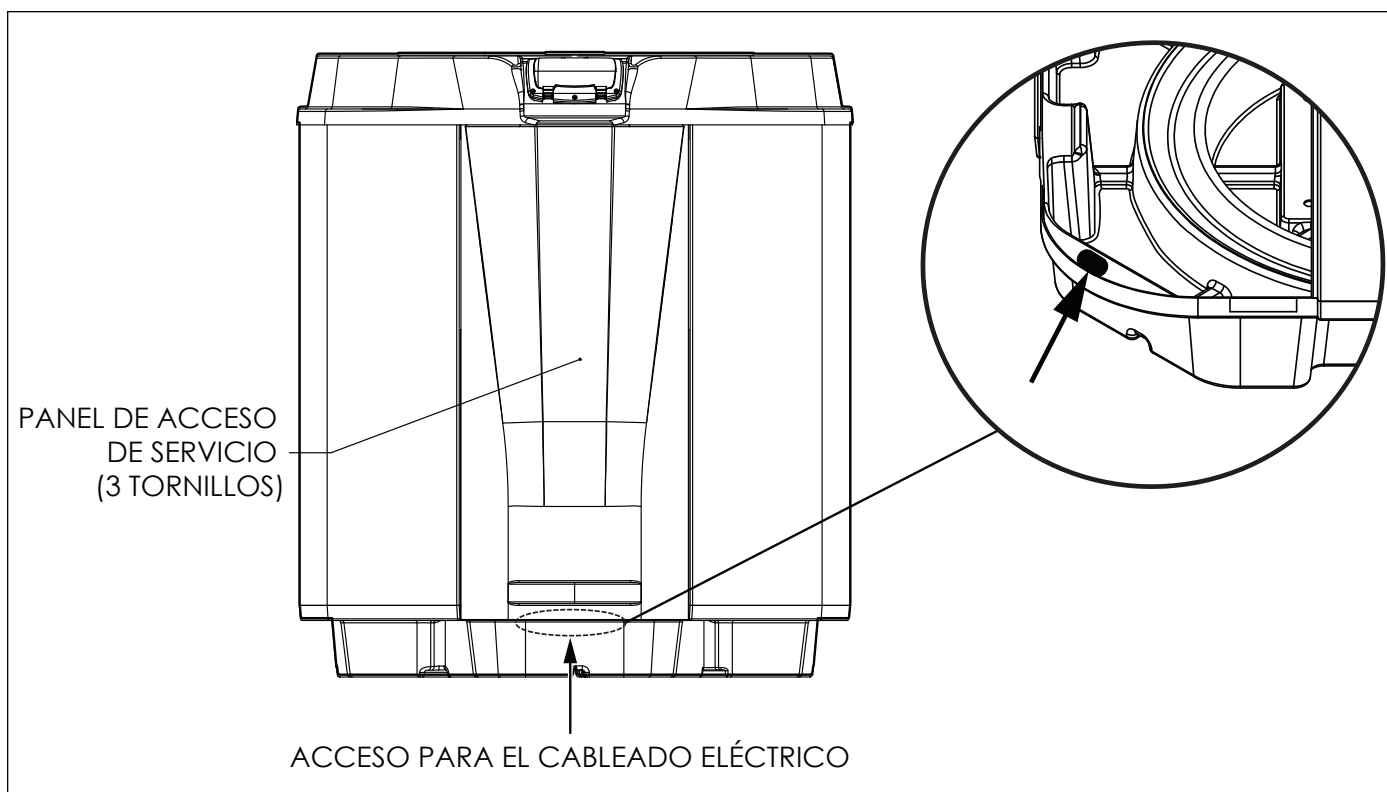

Figura 9. Vista delantera de la bomba de calor Jandy JRT
2. Extraiga los tres (3) tornillos que conectan el panel de servicio/acceso a la unidad de la bomba de calor (consulte la Figura 9).
2. Extraiga los tornillos que conectan el panel de servicio/acceso a la unidad de la bomba de calor y la cubierta de la caja de conexiones (consulte la Figura 9).
3. Tienda los cables del sistema de control de la piscina/del hidromasaje hasta la conexión de conducto etiquetada "Low Voltage Connection" (Conexión de bajo voltaje) y ubicada en la parte inferior derecha de la bomba de calor (consulte la Figura 9).
- Extraiga los tornillos que conectan el panel de servicio/acceso a la unidad de la bomba de calor y la cubierta de la caja de conexiones (consulte la Figura 9).
- Tienda los cables del sistema de control de la piscina/del hidromasaje hasta la conexión de conducto etiquetada "Low Voltage Connection" (Conexión de bajo voltaje) y ubicada en la parte inferior derecha de la bomba de calor (consulte la Figura 9).
2. Extraiga los tres (3) tornillos que conectan el panel delantero a la bomba de calor y extraiga el panel delantero. Consulte la Figura 9.
5. Tienda cuatro (4) cables de cobre macizo 22 AWG hacia adentro de la membrana blanda de bajo voltaje ubicada en la parte inferior izquierda de la bomba de calor. Los cables pueden tener hasta 300 pies (91,4 m) de largo.